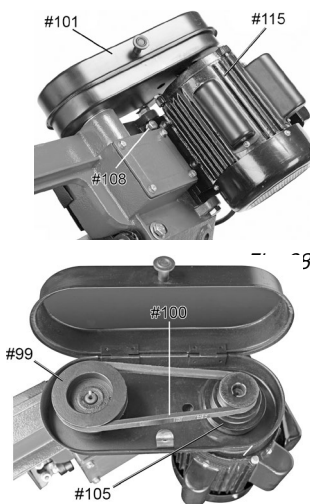

Fig. 29
3. Enlevez l'ancienne courroie en V des deux poulies (n°s 99 et 105) (fig. 29).